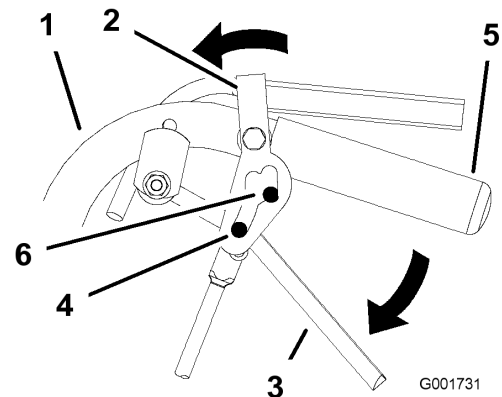

Figura 11
2. Ponga los dedos pulgar en la parte superior de los cierres y muévalos hacia adelante hasta que los pasadores estén en la posición de "hacia adelante" (Figura 11).